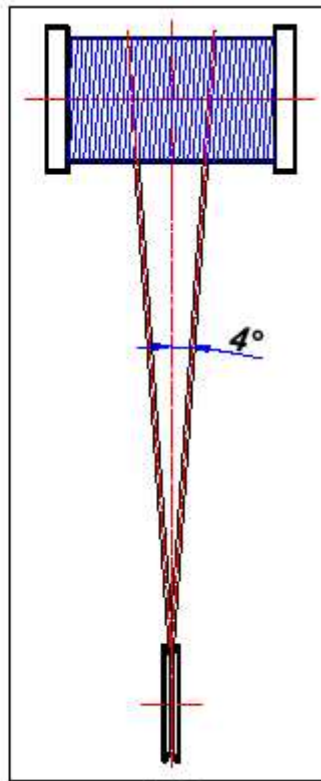

Fig. 6
- Pour éviter les usures prématurées du câble et de la gorge des poulies et assurer un bon fonctionnement de l'ensemble l'angle de pénétration du câble dans la gorge (déflexion) ne doit pas dépasser 4° (fig. 6)